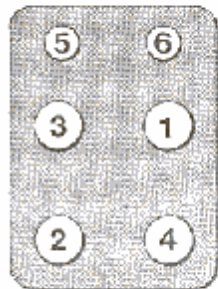

Abb. 16 Anzugsschema für Zylinderkopfschrauben
- Die Zylinderkopfmuttern wechselweise in der auf Abb. 16 gezeigten Reihenfolge anziehen. Einen Moment Schlüssel verwenden und die oben angegebenen Anziehmomente einhalten.